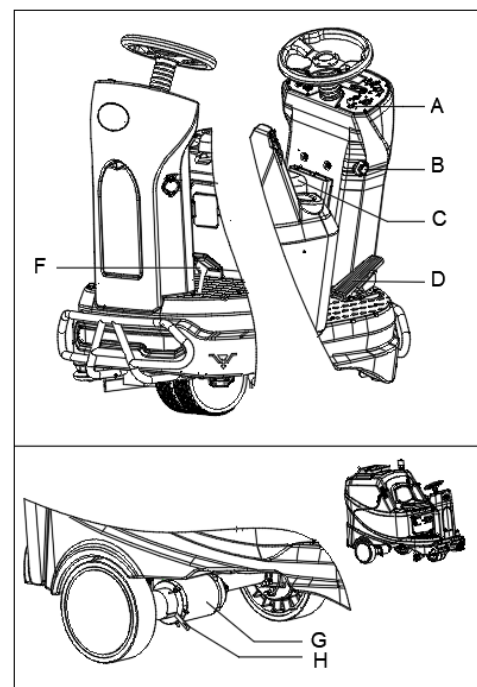

Figura 12
1. Aduceți cheia de contact (A Figura 12) la "I", așezați-vă pe scaun (C).
2. Apăsăți ușor pedala de accelerație (D) și eliberați-o pentru a verifica dacă mașina poate fi condusă în direcția înainte și oprită.
3. Pentru a asigura securitatea, confirmați dacă mașina poate fi oprită imediat prin apăsarea butonului de urgență (B). Rotiți butonul de avarie pentru a-l reseta.
4. Apăsăți pedala de frână mecanică (F) rapid pentru a verifica dacă mașina poate fi oprită imediat.
Frâna motorului de tracțiune este eliberată când motorul funcționează în mod normal, ea se blochează atunci când motorul se oprește din funcționare. În unele cazuri speciale, cum ar fi ambalarea/despachetarea mașinii, defecțiunea mașinii etc., mașina poate avea nevoie să fie împinsă. Pe motorul de tracțiune (G Figura 12) împingeți mânerul frânei (H Figura 12), frâna mașinii este eliberată, iar mașina poate fi deplasată. După finalizare, împingeți mânerul înapoi, astfel încât mașina să poată funcționa.